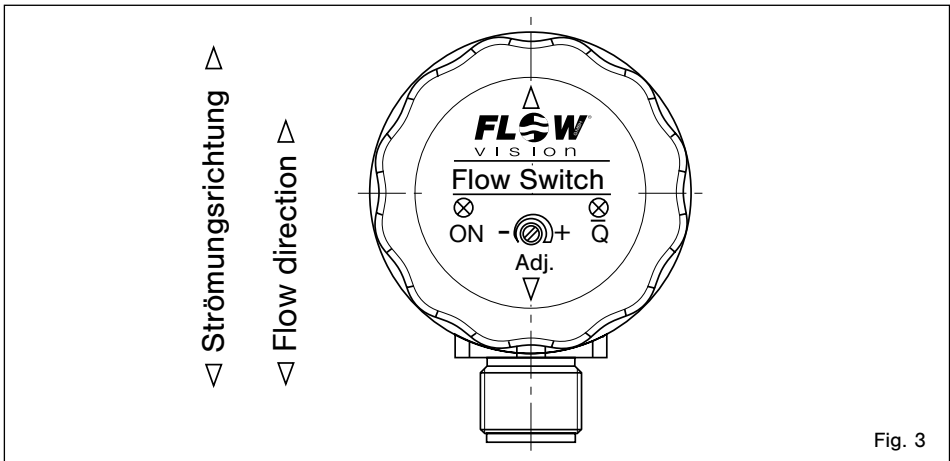

Fig. 3
- Die beiden Messfühler (S) müssen nebeneinander im Strömungsmedium liegen (siehe Fig. 2). Dies ist der Fall, wenn die Schlüsselansatzflächen (F) parallel zur Rohrleitung stehen (siehe Fig. 4) und die Markierung auf der Frontplatte mit der Strömungsrichtung übereinstimmt (siehe Fig. 3).
- The two sensors (S) on the flow monitor must be aligned side by side directly across the direction of flow (see fig. 2). The sensors are correctly positioned when the wrench flats (F) are aligned parallel with the pipeline (see fig. 4) and when the marking on the front matches the flow direction (see fig. 3).